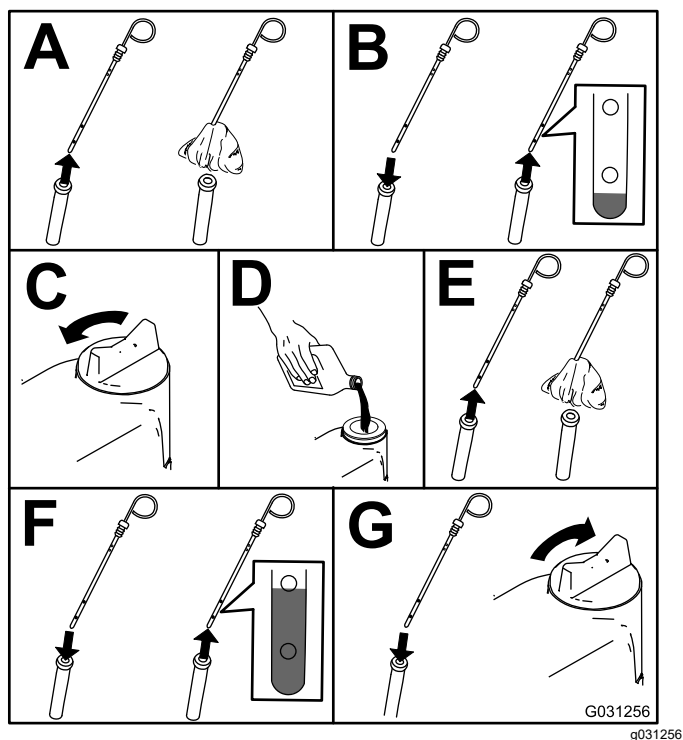

Figura 47
2. Controllate il livello dell'olio del motore; fate riferimento a Figura 47.